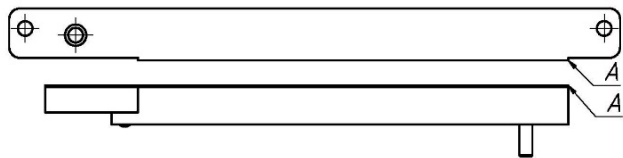

Рис.4
4.4 Корпус замка (1) крепится на дверную коробку напротив якорной пластины. Для обеспечения эксплуатационных характеристик рабочие поверхности корпусной части и якорной пластины должны плотно прилегать друг к другу при закрытии двери.
**ВНИМАНИЕ!** При монтаже замка правильное положение якорной части относительно корпуса обеспечивается при совмещении кромок А (рис.4).